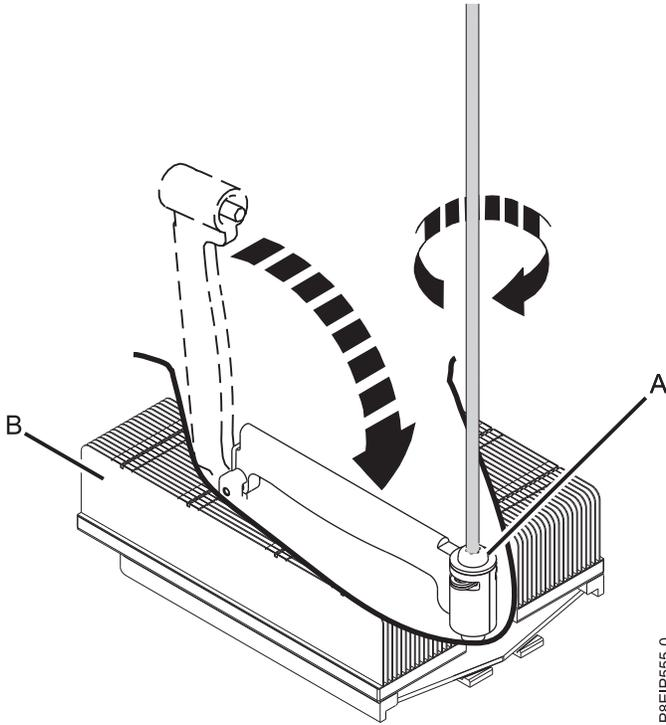

Figura 39. Apretar el tornillo del brazo de carga
11. Coloque el brazo de carga (A) en posición sobre el dissipador térmico (B) y apriete el tornillo del brazo de carga con un destornillador Phillips #3, como se muestra en la Figura 39.